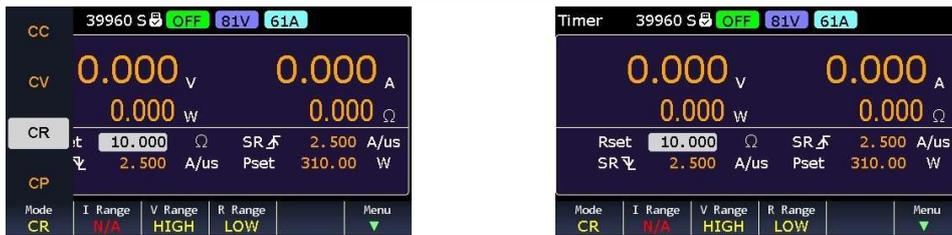

图 3-9 恒阻模式工作界面
- 1) 按下屏幕下方 Mode 对应的功能键, 进入模式选择界面, 选择 CR 模式, 进入恒阻模式工作界面, 如图 3-9 所示。